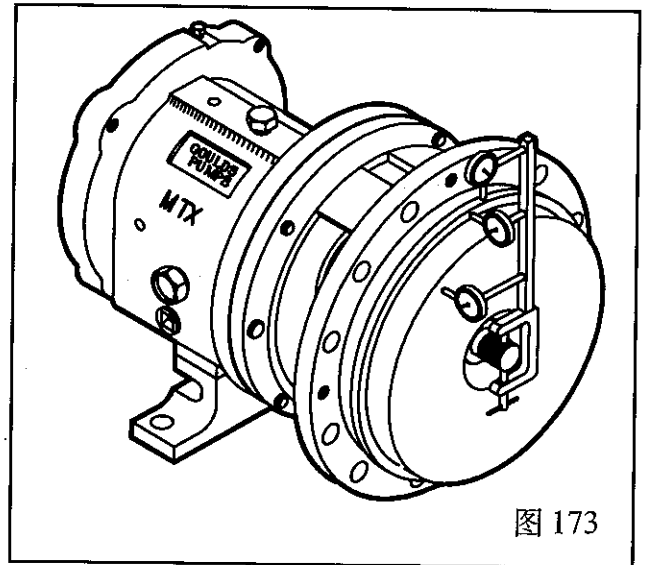

图 173
9. 检查填料函的跳动量, 将百分表旋转 360°, 如果百分表最大读数超过 0.005 英寸, 说明存在问题(图 173)。